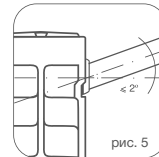

рис. 5
**!** Во избежание аварии допустимое отклонение оси коллектора радиатора от подводящих труб не более  $2^\circ$  (рис. 5).